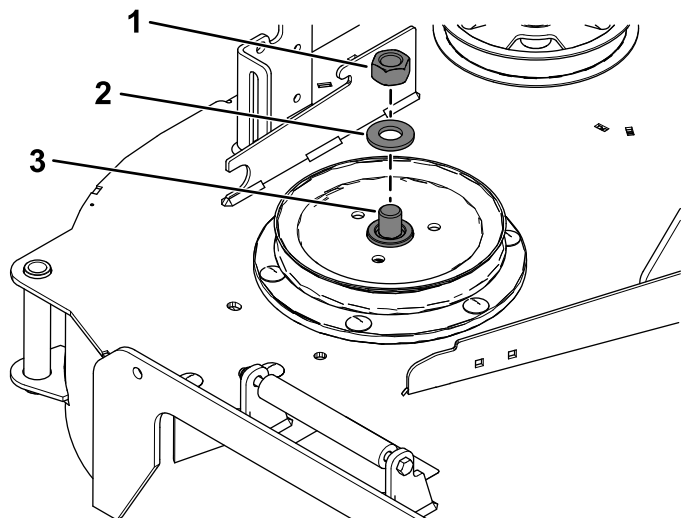

Figura 19
- Utilizzate una chiave (1½") per fissare l'asse del fusello mentre rimuovete il dado esagonale (¾") e la rondella dall'asse del fusello (Figura 19).